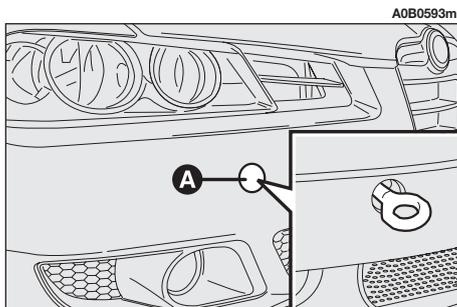
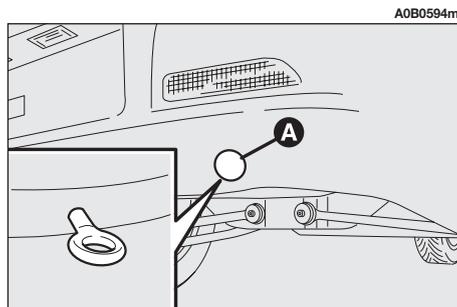

Abb. 77
Abb. 78
– Den unter Druck eingesetzten Deckel (A) der vorderen (Abb. 77) oder hinteren Stoßstange (Abb. 78) entfernen. Sollte für diesen Vorgang der mitgelieferte Flachblatt-Schraubenzieher verwendet werden, so muss seine Spitze mit einem weichen Tuch umwickelt werden, um das Beschädigen des Fahrzeugs zu vermeiden.